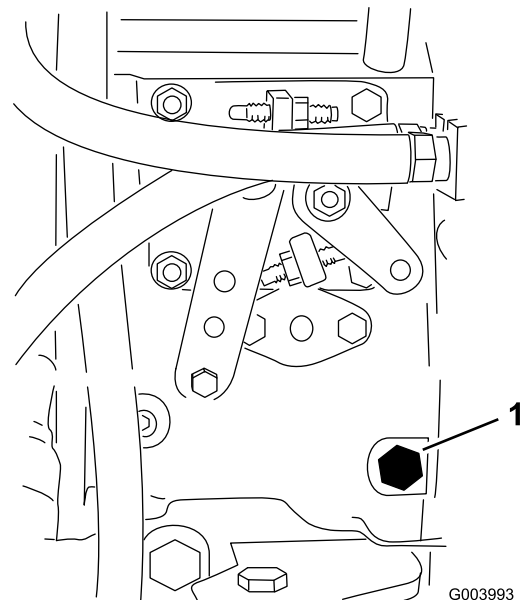

Figura 33
3. Con una chiave di 12 mm aprite la vite di spurgo dell'aria, situata sulla pompa di iniezione del carburante (Figura 33).